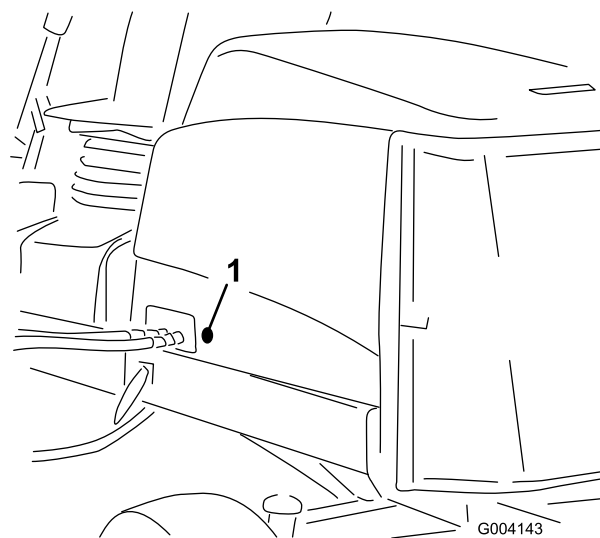

図 5
2. フードの左側についているゴム製のハトメを取り外す 図 5。